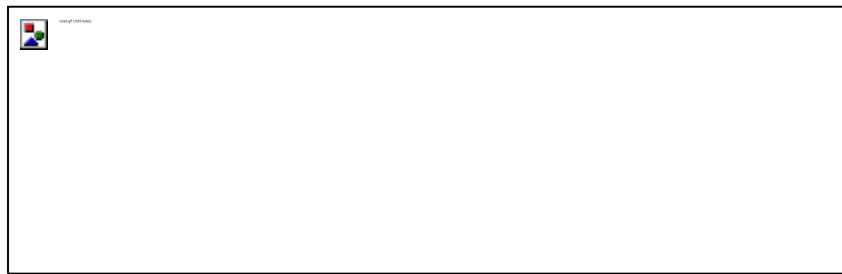

FIGURA 4. Fuerza de Fricción sobre un plano inclinado.
b) Para el cálculo del coeficiente de fricción estático se deben de plantear las ecuaciones de equilibrio (ec. 4) del sistema en el plano inclinado tomando las fuerzas que se ilustran en la figura 4. Recuerde que: